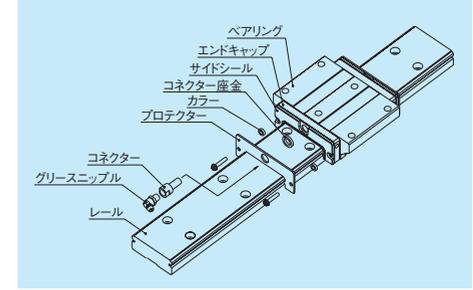

図11 プロテクター
(4) プロテクター
- 標準完成品に後から追加組み付けする場合には、表14に示すプロテクターセットをご利用ください。(図11)
- プロテクターを組み付けた後でグリースニップルをエンドキャップに取り付ける場合には、図11に示すコネクターが必要となります。